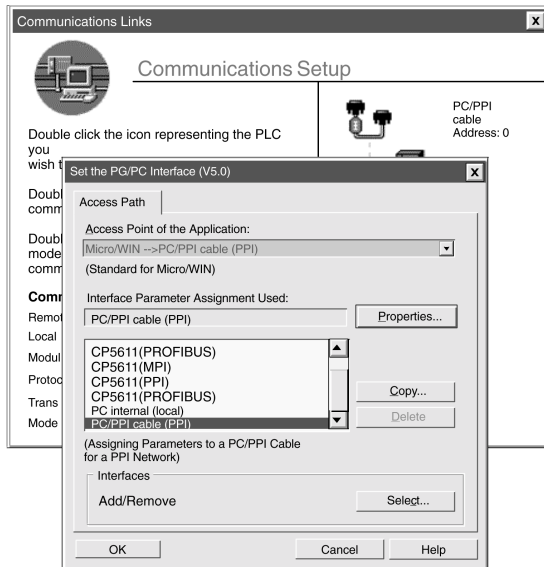
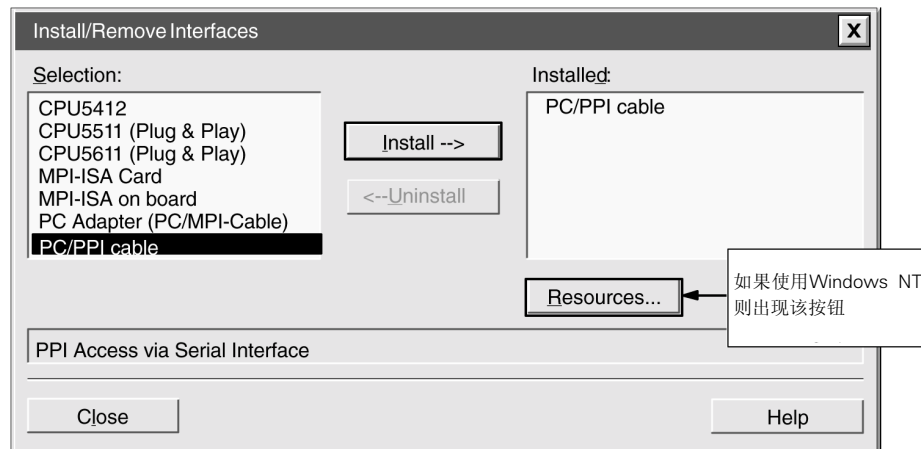
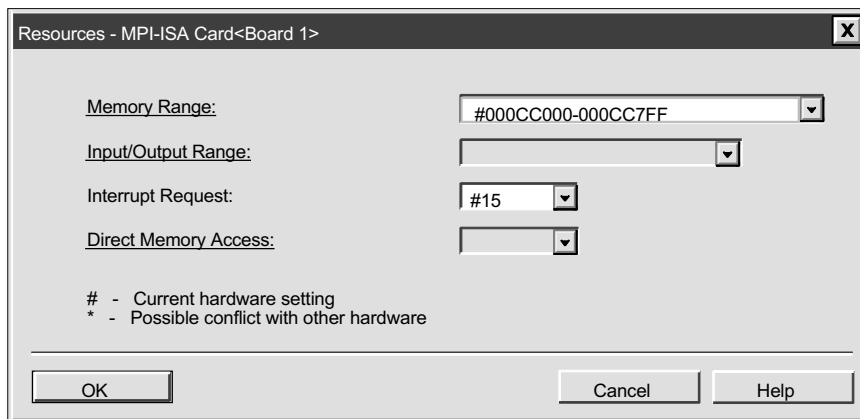

图 7-4 设置 PG/PC 接口的对话框
图 7-5 安装 / 删除接口对话框
图 7-6 Windows NT 的资源对话框
双击通讯设置对话框中右上方的图标，将出现一个设置PG/PC接口的对话框，见图 7-4。
利用图 7-5 的安装/拆卸接口对话框可以安装和删除通讯硬件。在该对话框的左侧是一个还没有安装的硬件型号表；在该对话框的右侧是一个已经安装的硬件型号表。如果你使用的是 Windows NT 4.0 操作系统，在已经安装的设备表下面有一个“Resources”按钮。
1. 在设置 PG/PC 接口对话框 (见图 7-4) 中，单击“Select”按钮可以打开图7-5 所示的安装 / 删除接口对话框。
4. 当完成安装硬件后，单击“Close”按钮，就出现设置 PG/PC 接口对话框，在已经采用的接口参数列表中可以看到刚才选择的硬件。(见图 7-4)。
3. 当完成删除硬件后，单击“Close”按钮。就出现设置 PG/PC 接口对话框，在已经采用的接口参数列表中可以看到刚才选择的硬件。(见图 7-4)。
当安装完硬件后，从安装列表中选择所安装的硬件，单击“Resources”按钮(图 7-5)，就出现资源 (Resources) 对话框(见图 7-6)。该对话框允许为所安装的实际硬件修改系统设置。如果该按钮无效(灰色)，说明你不需要再做任何修改。
当打开设置 PG/PC 接口对话框时，要确保“Micro/WIN”出现在应用列表框(见图 7-4)中的访问接口中。对于几个不同的应用程序(例如 STEP 7 和 WinCC)，设置 PG/PC 是一样的，所以你可能需要选择为哪个应用程序设定参数。
1. 在设置 PG/PC 接口对话框（见图 7-4）中，从访问路径标示签的访问接口应用列表中选择“Micro/WIN”。